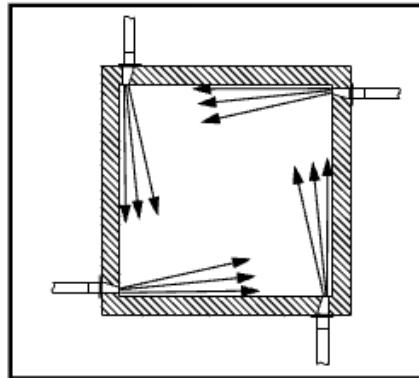

Figura 10. Tubo vertical com bicos de descarga de jato de ar
3.2.c. Insira o bico de sopro de jato de ar (B) na abertura com o bico alinhado com a superfície refratária. Posicione o bico de sopro de jato de ar para varrer a parede adjacente quando o canhão descarregar (veja a figura 10).